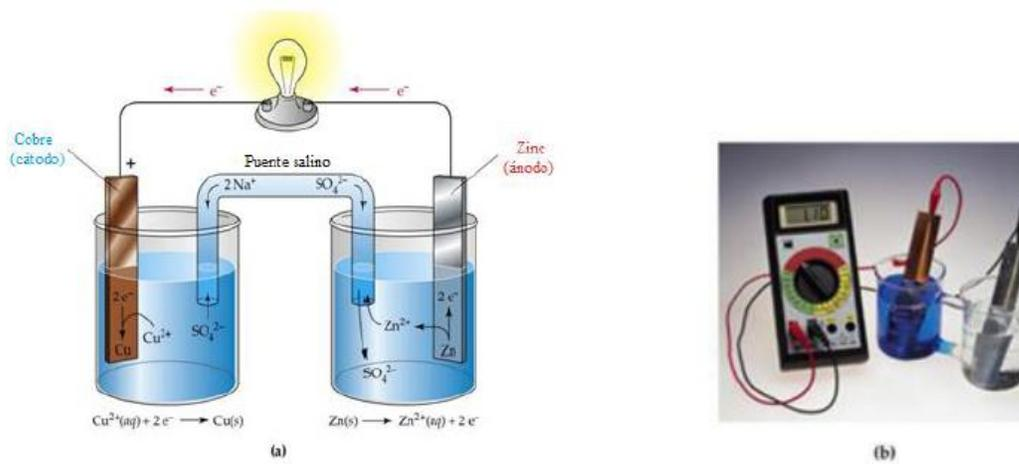

Figura 2. Celda galvánica. a) Esquema de la celda galvánica conectada a un foco; b) Esquema de la celda galvánica conectada al voltímetro.
4. Moja el papel filtro con la solución salina de cloruro de sodio 0.5 M, enróllala de tal forma que quede como una "U", este papel filtro actuará como el puente salino que conecta a los dos vasos de precipitados que contiene las soluciones de CuSO₄ y MgSO₄ (toma de referencia la figura 2).